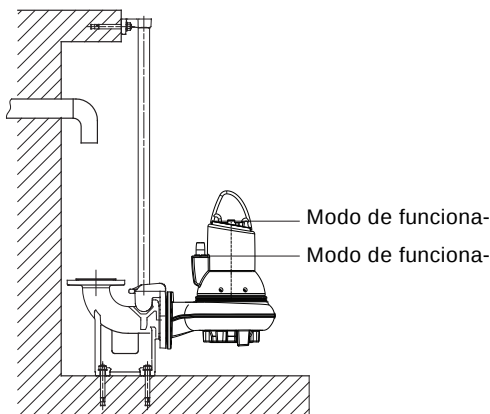

Fig. 2 Niveles de paro
- En el modo de **funcionamiento S1** (funcionamiento continuo), la bomba debe encontrarse siempre cubierta por el líquido bombeado hasta la parte superior del motor. Consulte la fig. 2.
- En el modo de **funcionamiento S3** (funcionamiento intermitente), la bomba debe encontrarse siempre cubierta por el líquido bombeado hasta la parte superior de la entrada de cable. Consulte la fig. 2.